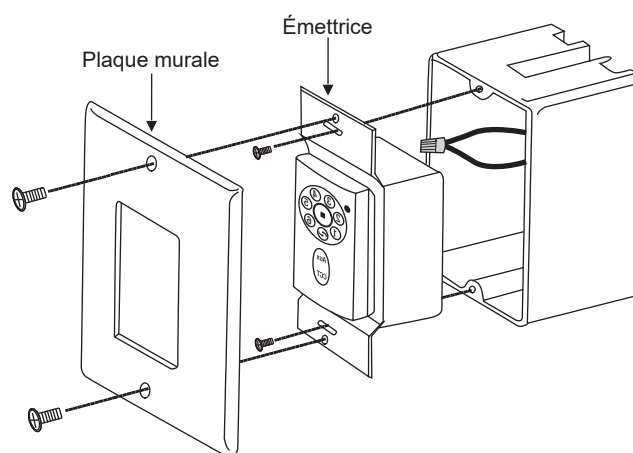

Figure 17
b. Rentez soigneusement les connexions des fils à l'intérieur de la boîte de sortie. Utilisez les vis fournies pour fixer l'émetteur mural et la plaque murale à la boîte de prise. (Fig.17)